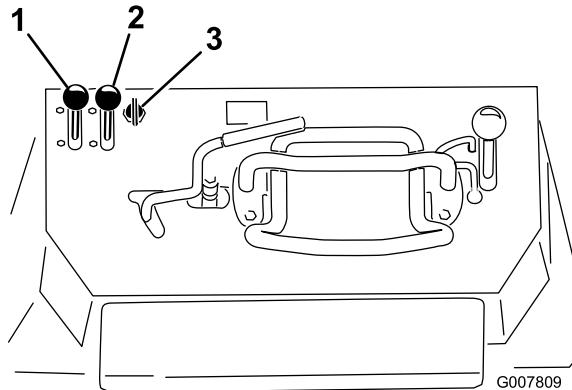

Figura 19
- Portate la leva dell'acceleratore al centro tra le posizioni minima e massima (Figura 19).
- Spostate lo starter in posizione On (Figura 19).
- Per il modello 22971, girate la chiave in posizione On (Figura 19). Rilasciate la chiave quando il motore si avvia.
4. Spostate gradualmente lo starter in posizione Off (Figura 19). Se il motore si ferma o esita, riavviate lo starter finché il motore non si sarà scaldato.
5. Spostate la leva dell'acceleratore nella posizione desiderata (Figura 19).
1. Spostate la leva dell'acceleratore in posizione Slow (Figura 19).
3. Girate la chiave in posizione off (Figura 19).